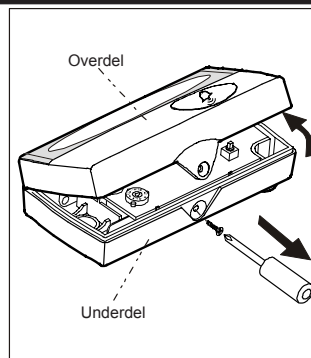

Fig. 1
1. Benyt en stjerneskrue-trækker til at løsne overdel. Fig. 1.
2. Benyt en stjerneskruetrækker til at løsne overdel på tryk. Fig. 1.